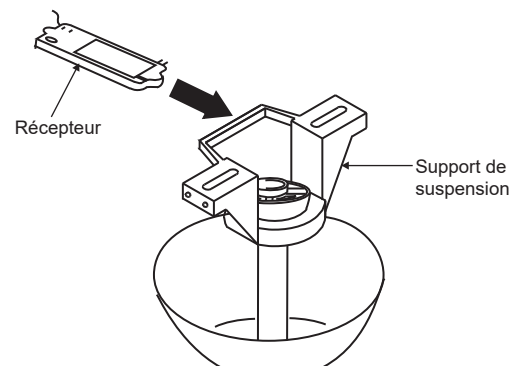

Fig. 13
**Étape 1.** Insérez le récepteur dans le support de montage au plafond avec le côté plat du récepteur face au plafond. (**Fig. 13**) Pour optimiser la performance, assurez-vous que l'antenne noire, à l'extrémité du récepteur, reste étendue et qu'elle n'est pas emmêlée avec les fils électriques.